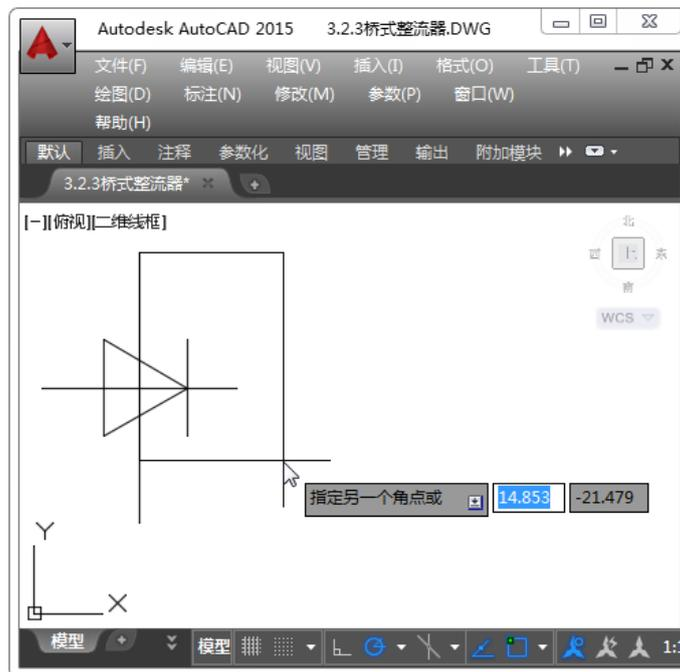

图 3-38 设置矩形第一角点
Step09: 执行【矩形】命令, 以刚绘制的竖线的顶部端点为第一角点, 如图 3-38 所示。